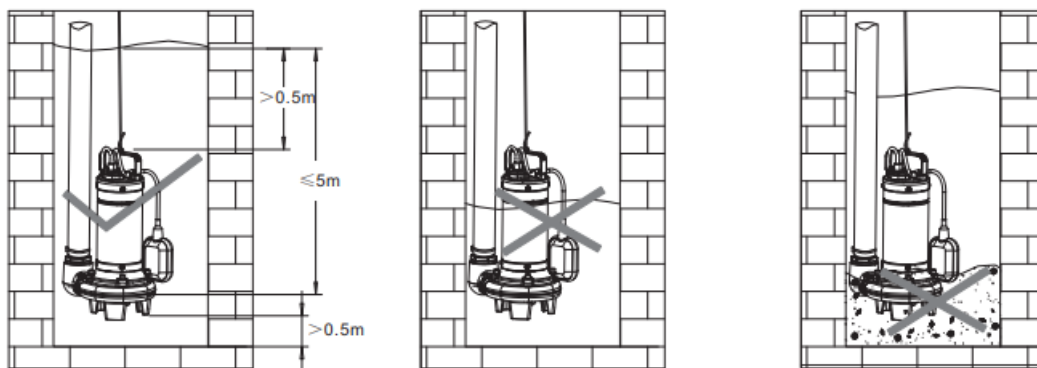

Figura 1 – Instalação da motobomba submersível
- A bomba deve ser instalada de forma suspensa, por cabo de sustentação ou corda, com no mínimo de 0,5 m de altura em relação ao fundo do local conforme figura 1;